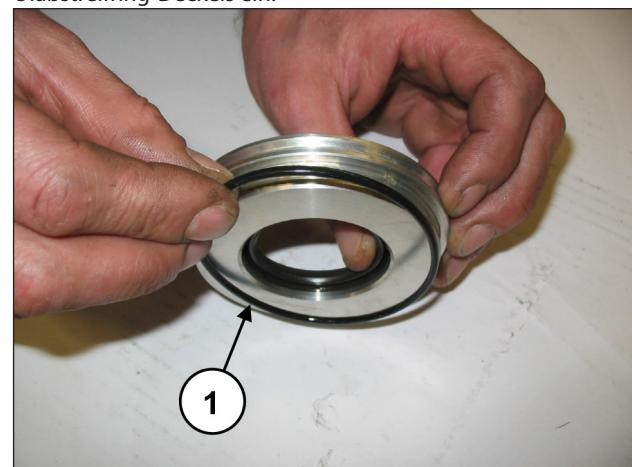

Abb. 94
Setzen Sie den O-Ring (Pos. ①, Abb. 94) in den Sitz des Ölabstreifring-Deckels ein.